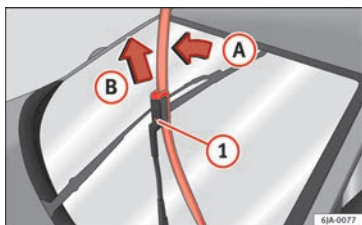

Fig. 69 Les balais d'essuie-glace.
- Retirez le bras d'essuie-glace de la glace en déplaçant légèrement le balai d'essuie-glace dans le sens du bras d'essuie-glace – flèche **A** » fig. 69.